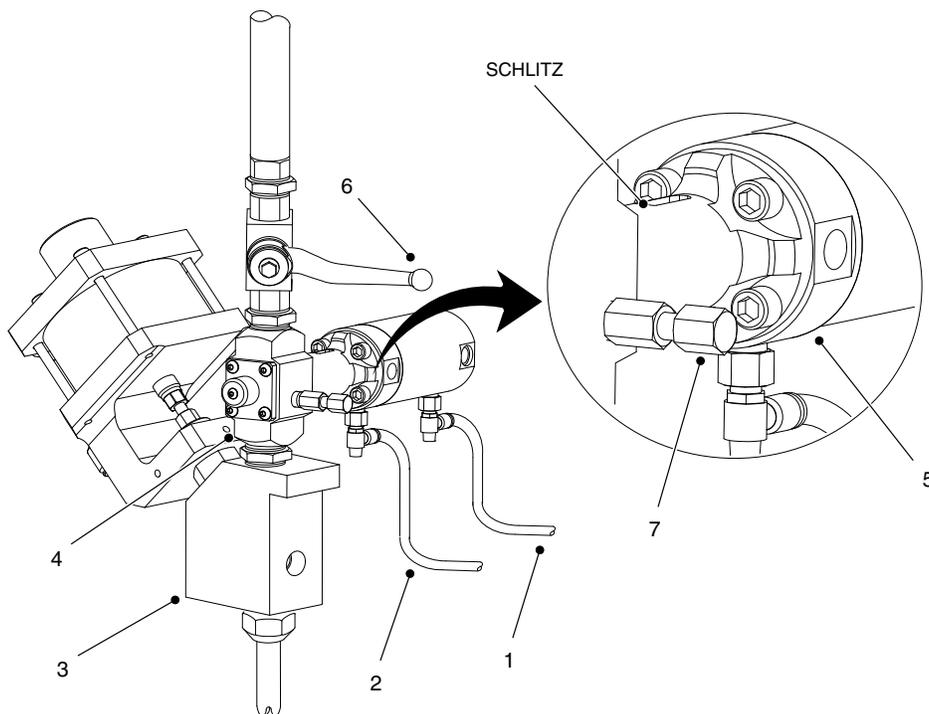

Abb. 3 Kalibrierung des Systems
2. Siehe Abb. 3. Luft auf den Rückziehanschluss (2) geben.
3. Kugelhahn (6) schließen. Die CE20 Pistole (3) öffnen, um den Materialdruck durchzuspülen. Mindestens 30 Sekunden warten, bis die erste Luftblase injiziert wird.
3. Siehe Abb. 3. Luft auf den Rückziehanschluss (2) geben.
4. Den Kugelhahn direkt vor der CE20 Pistole (3) schließen.
5. Die CE20 Pistole (3) öffnen, um den Materialdruck durchzuspülen. Mindestens 30 Sekunden warten, bis die erste Luftblase injiziert wird.
6. Luft auf den Ausfahranschluss (1) geben. In den Schlitz am Luftinjektor (5) blicken. Sicherstellen, dass der rote Ring komplett durch den Schlitz fährt. Den Zylinder 10 Sekunden in dieser Position lassen, dann Luft auf den Rückziehanschluss (2) geben.